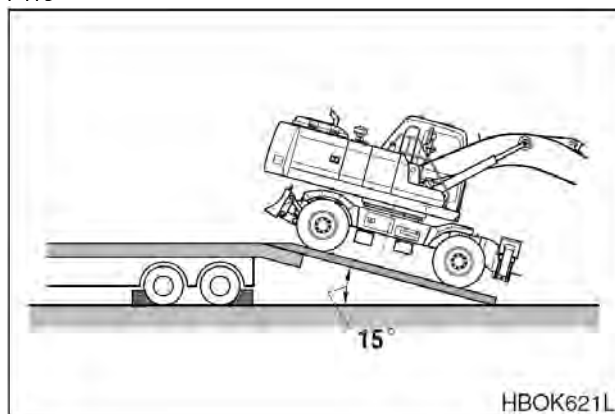

Рис. 3
4. Машина не требует демонтажа при стандартной транспортировке по дорогам. При необходимости демонтировать стрелу и рукоять противовес утяжелит заднюю часть машины. При погрузке следует подавать машину на трейлер так, чтобы задняя часть экскаватора с противовесом оказалась на пандусе сначала. (Рис. 3)